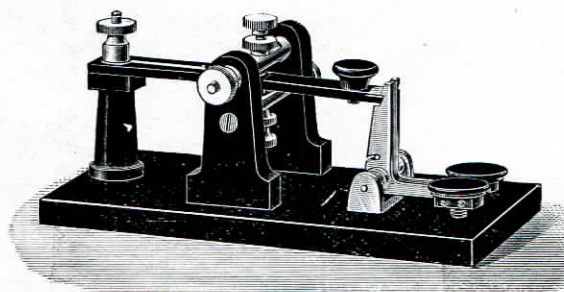

FIG. 34
**Clef de décharge de Sabine.** Modèle J. Carpentier (figure 34)..... 90. »